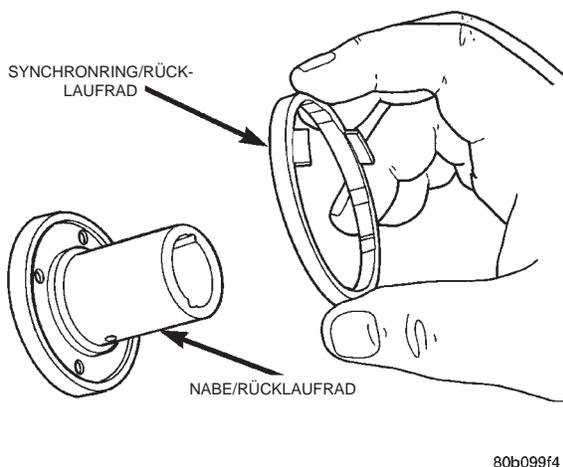

Abb. 118 Synchronring des Rücklaufgrads ausbauen
- (4) Den Synchronring des Rücklaufrads von Lager und Nabe des Rücklaufrads abnehmen (Abb. 118).